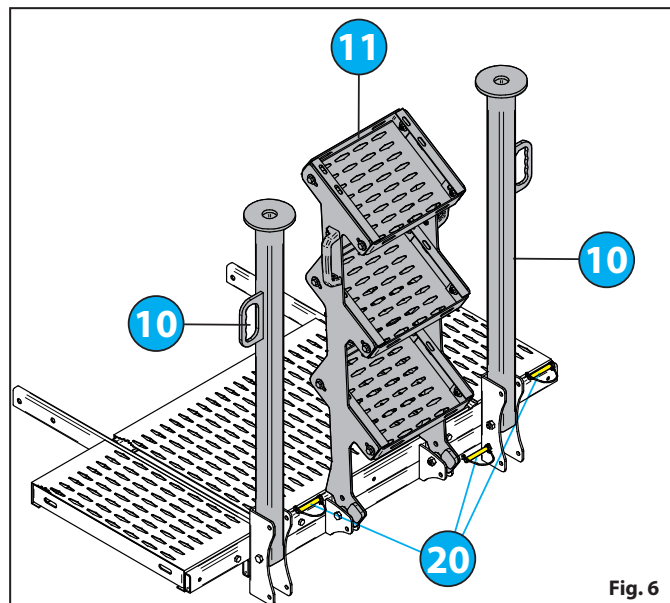

Fig. 6
- Zablokować wsporniki i pomost poprzez ponowne wprowadzenie sworzni blokujących **20** «Fig. 6».